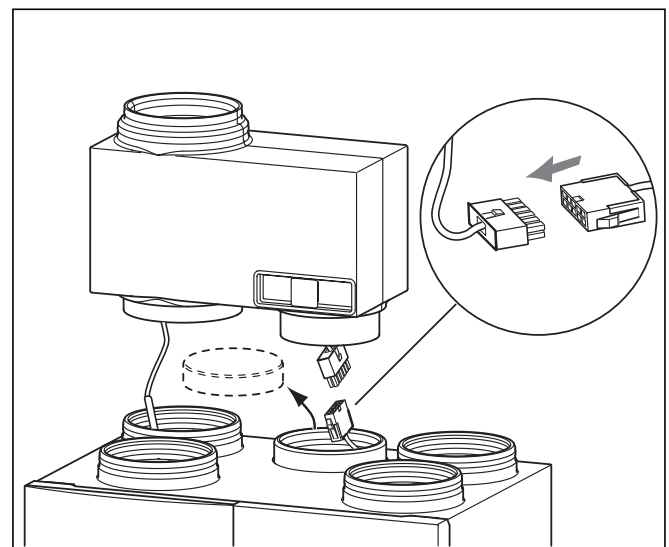

Abb. 4.10 Elektrischer Anschluss Bypass
- Entfernen Sie den Stopfen des mittleren Luftanschlusses, in dem Sie ihn von innen nach oben drücken (siehe Abb. 4.10).
- Lösen Sie das Kabel mit der 10-poligen Steckleiste von der Gehäusewand und verbinden Sie den Stecker vom Bypass mit der Steckleiste (Abb. 4.10).
Um den Temperatursensor einzubauen, gehen Sie wie folgt vor (siehe Abb. 4.10):
- Schieben Sie den Bypass in bzw. über die beiden Außenluftanschlüsse des Geräts gemäß Abb. 4.10. Achten Sie darauf, dass die Filtereinheit zu Ihnen gerichtet ist.